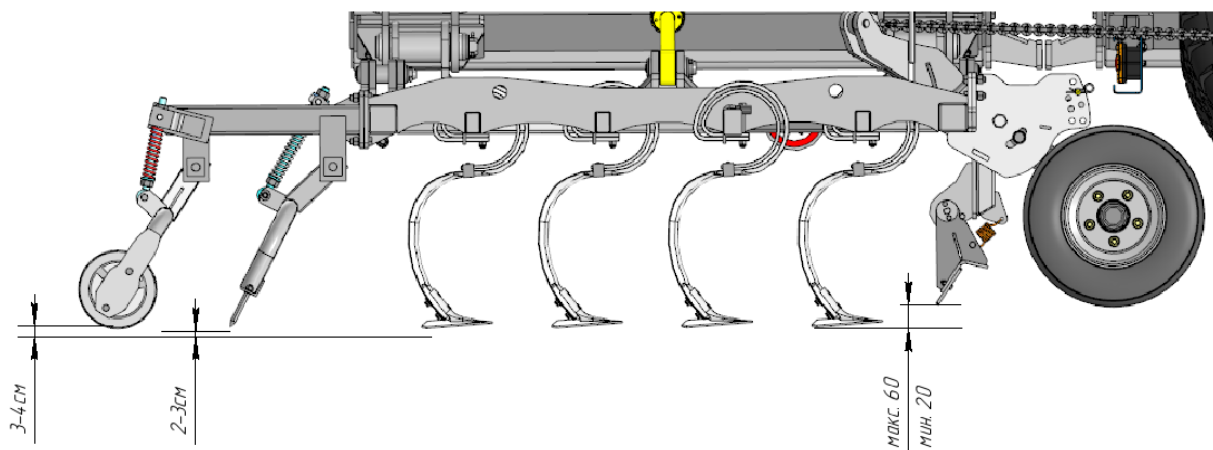
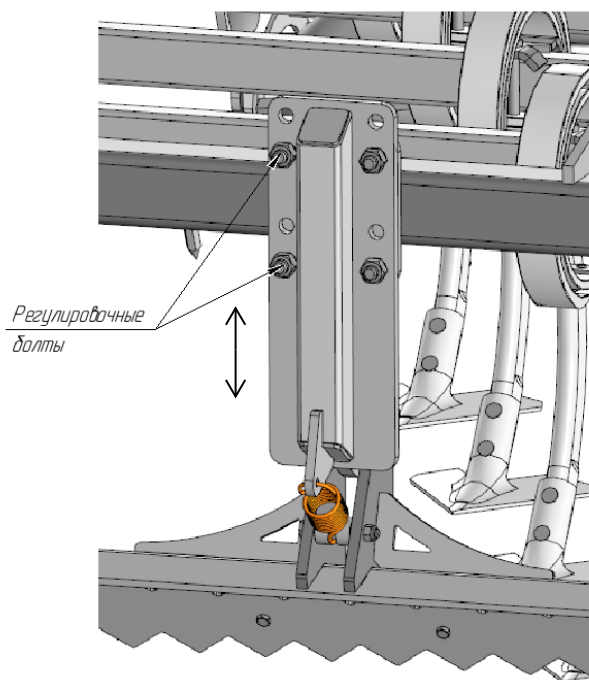

Рис.6 KBM(T)-12-4П-Г(Ш)1К-BC Регулировка рабочих органов.
Рис.9 КБМ(Т)-12-4П-Г(Ш)1К-ВС Регулировочные болты переднего выравнителя.
- 5.5. Для регулировки культиватор устанавливают горизонтально на рабочие органы на специально оборудованной площадке с твердым покрытием. Опорные колеса поднимают на бруски толщиной равной требуемой глубине обработки, уменьшенной на 2...3 см (величина погружения колес в почву). Проводят регулировку планочно-зубового выравнивателя и бороны (рис. 6)
- 5.6. Предварительная регулировка планочно-зубового выравнивателя и бороны роторной должна быть выполнена согласно рис. 6. Для культиваторов исполнений Ш1К (рис.1в) вместо планочно-зубового выравнивателя стоит рама пружинных зубьев. Рама на заводе-изготовителе по умолчанию стоит в **среднем** положении. Потребитель самостоятельно определяет нужную высоту рамы пружинных зубьев.
- 5.11. При заказе с опцией "**Передний выравнитель**" необходимо перед началом работы отрегулировать высоту его расположения относительно пружинных рыхлителей 9 с помощью регулировочных болтов, рис. 9. Высота расположения переднего выравнителя зависит от глубины обработки, см. рис. 6.